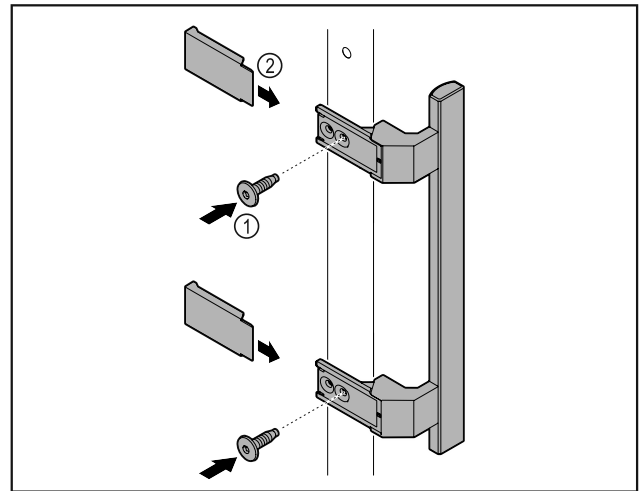

Fig. 5
- Montoni dorezën nga paketa së bashku me vidat e ofruara Fig. 5 (1) në derë.
- Vendosni kapakun mbulues Fig. 5 (2).